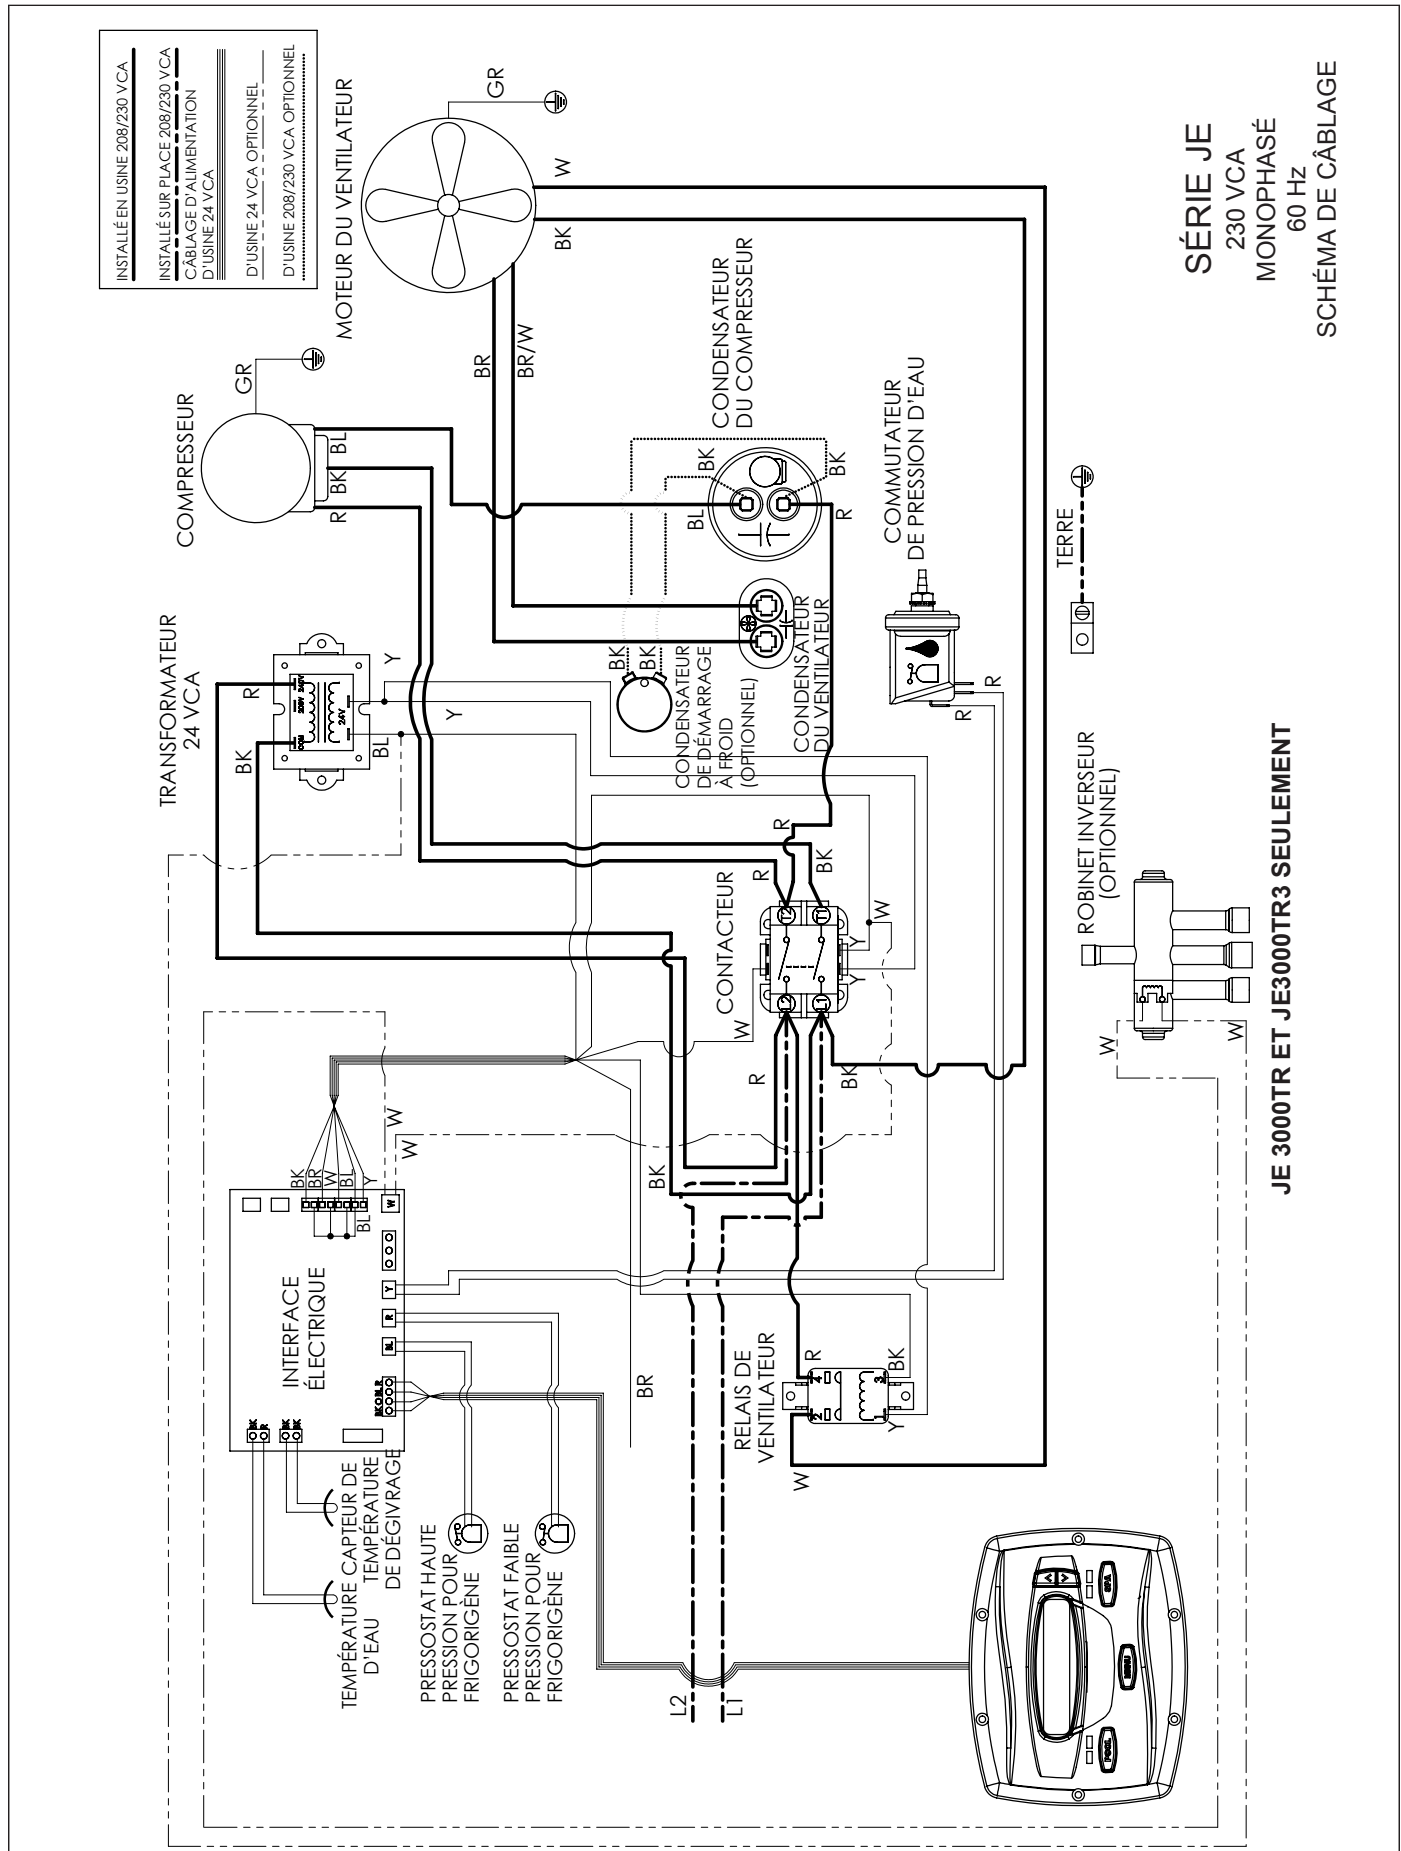
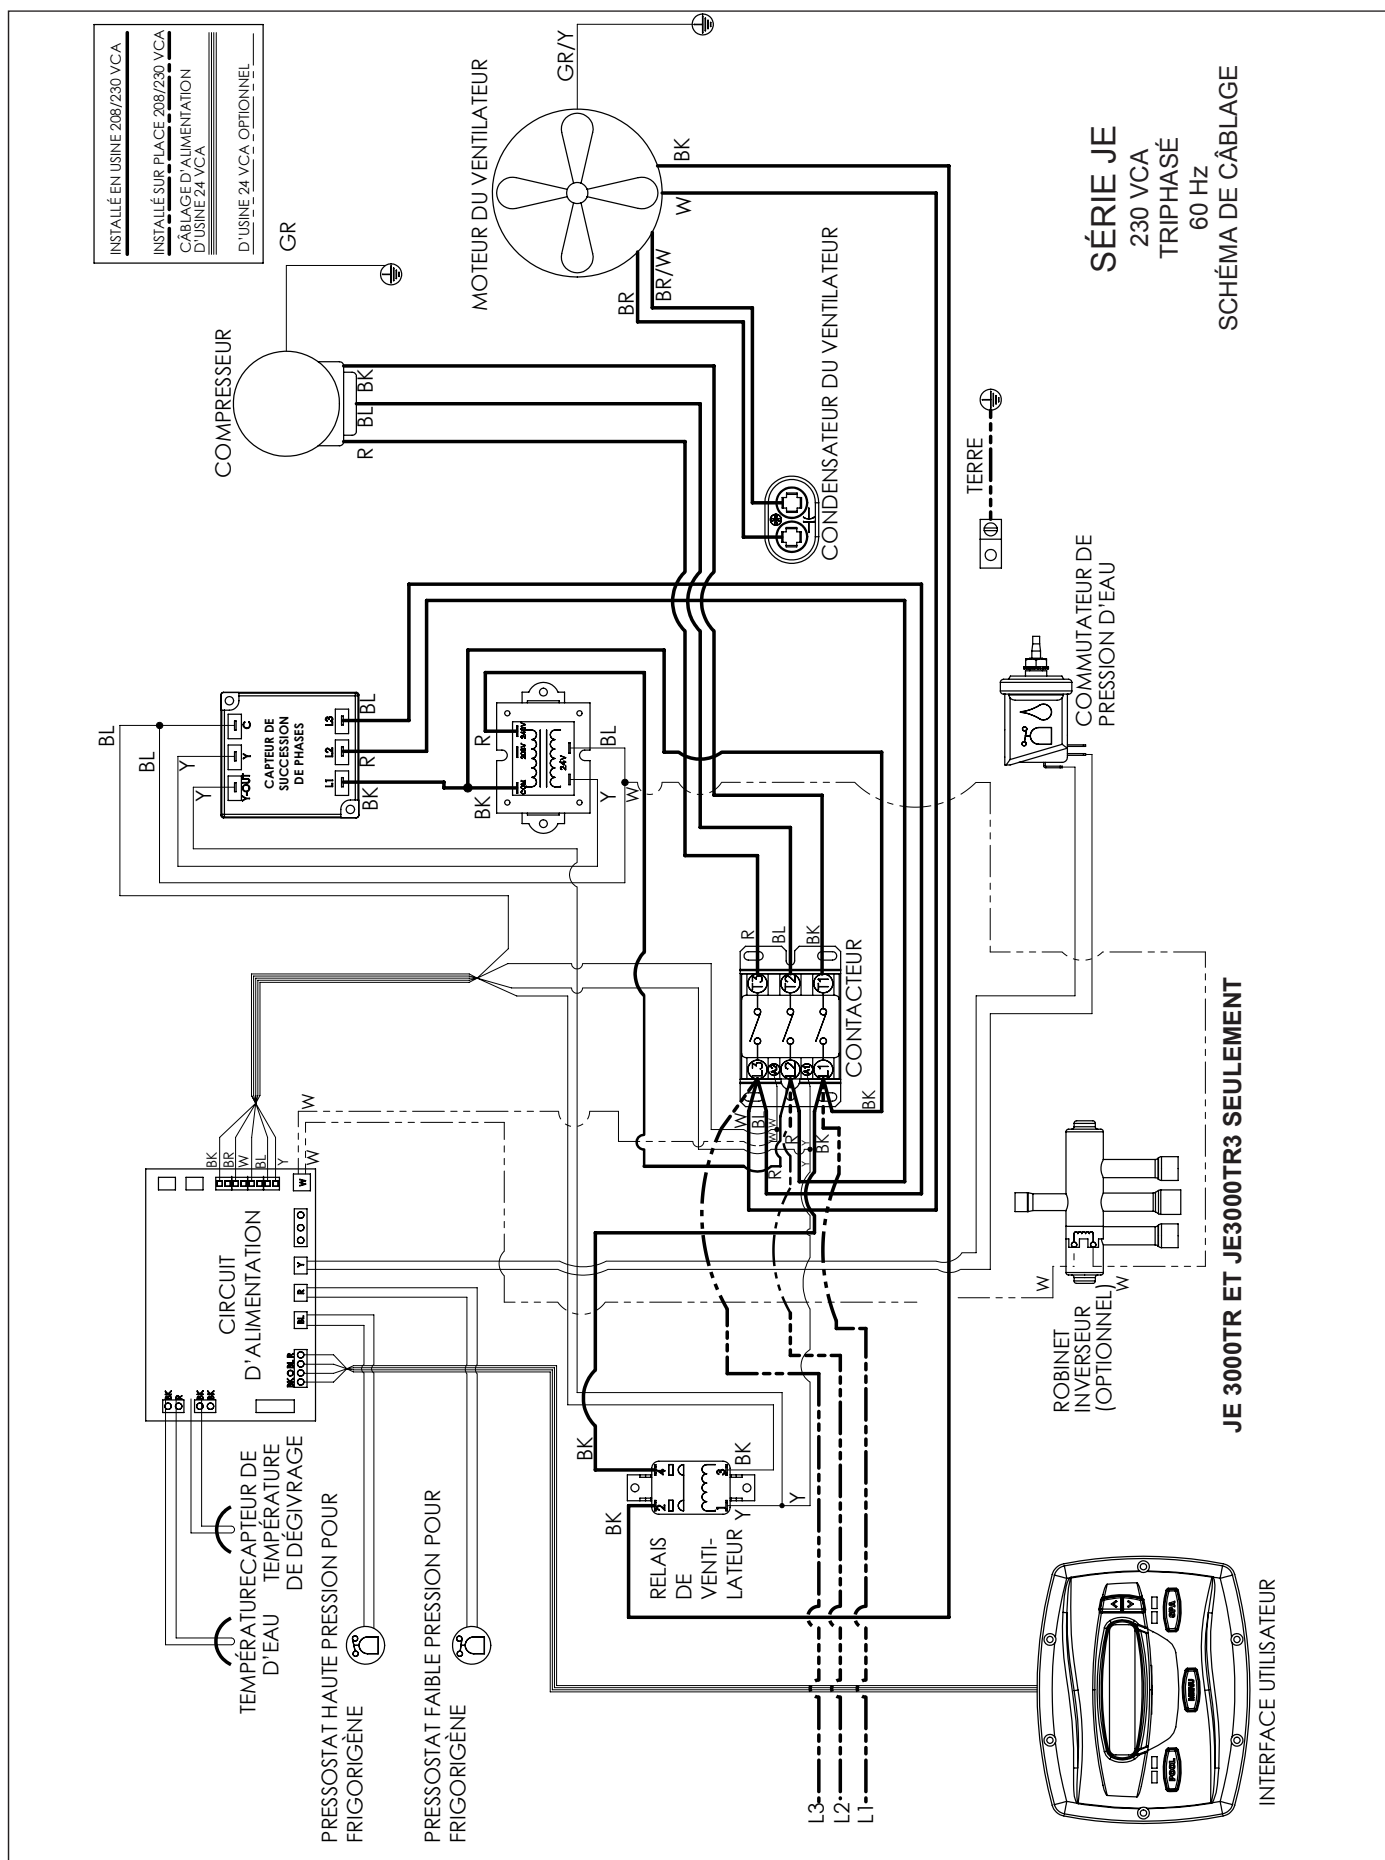

Figure 8. Diagramme de câblage électrique monophasé pour JE
Figure 9. Diagramme de câblage électrique triphasé pour série JE de Jandy Pro
Les raccordements de câblage doivent être faits exactement comme illustrés dans le schéma de principe qui se trouve à l'intérieur du compartiment d'accès à la thermopompe (voir Figure 8 pour un câblage électrique à phase simple et Figure 9 pour le câblage électrique triphasé). La thermopompe doit inclure les moyens de mise à la terre et de connecter. Il y a une cosse de connexion sur le côté droit de la thermopompe où un câble de connexion doit être fixé.
5. Connecter les câbles aux bornes du principal contacteur tel qu'illustré dans le schéma de principe. Référez-vous aux Figures 8 et 9.